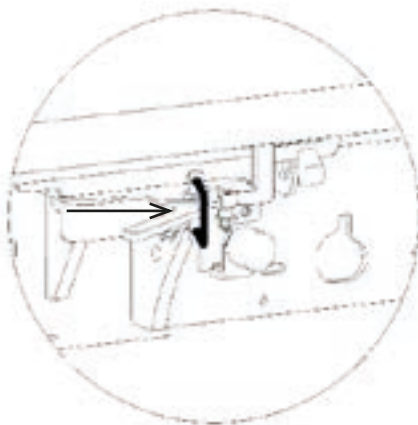

Abbildung 5
- 2- Den Ring so schwenken, dass er sich vor dem Schließkeil befindet (Abbildung 5).